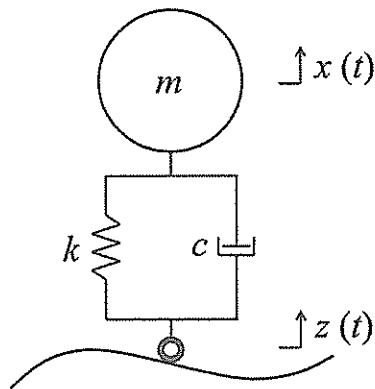
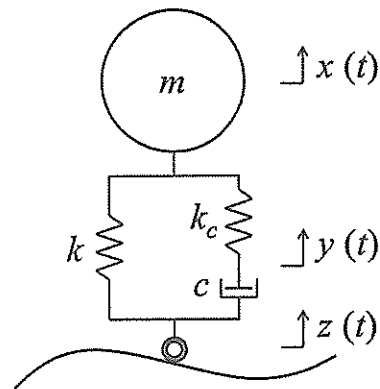

図4-1
図4-2
[4] サスペンションを有する自動車として質量 m のおもりがばね定数 k のばねと減衰係数 c のダッシュポットによって支持されている図4-1に示した簡易なモデルがある. しかしながらサスペンションに利用されるダンパーの内部は, 減衰弁を通過するオイルのみならず, 圧縮されたガスも充填されているため, 図4-2に示したように減衰係数 c のダッシュポットにばね定数 k_c のばねが直列に接続されたモデルで表現されることもある. おもりの上下方向の絶対変位を x , ばねとダンパーの接続部の上下方向の絶対変位を y , 路面の上下方向の絶対変位を z , 時間を t とする. 以下の問いに答えなさい.
- (1) 変位励振を受ける図4-1の系の運動方程式を求めなさい.
- (2) 図4-1の系の固有円振動数 ω_n および減衰比 ζ を求めなさい.
- (3) 振幅 Z , 円振動数 ω の変位励振 $z(t) = Z \cos \omega t$ を受ける図4-1の系のおもりの定常絶対変位応答 $x(t) = X \cos(\omega t - \phi)$ を求めなさい. ここで X はおもりの変位振幅であり, ϕ は変位励振 $z(t)$ に対する位相を表す.
- (4) 図4-1の系について, 入力の円振動数 ω が固有円振動数 ω_n の $\sqrt{2}$ 倍となる場合の振幅比 X/Z を求めなさい.
- (5) 図4-2の系の運動方程式を求めなさい.